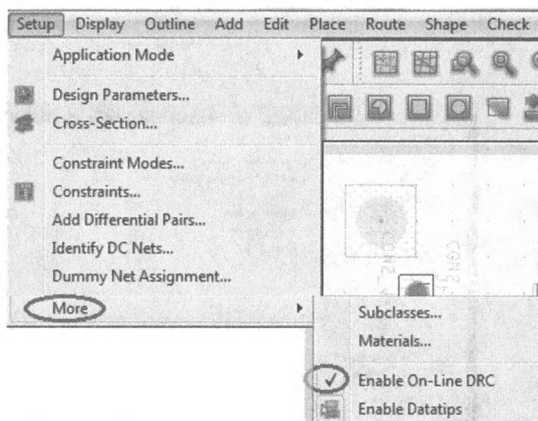

Рис. 21.29. Запуск проверки правил разработки
**Примечание.** Чтобы запустить DRC в режиме онлайн, выберите Enable On-Line DRC в меню Setup (рис. 21.29).